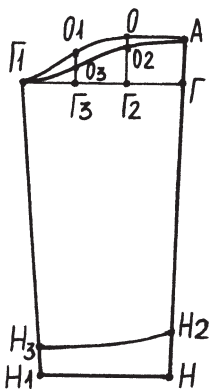

Рис. 178. Чертеж выкройки рукава
*Рукав.* Начертите прямой угол с вершиной в точке А (рис. 178).